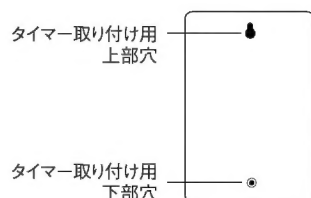

図15: タイマー本体の裏側
- タイマーの裏側の鍵穴型のところを先ほどつけたネジに引っ掛けます。（図15参照）